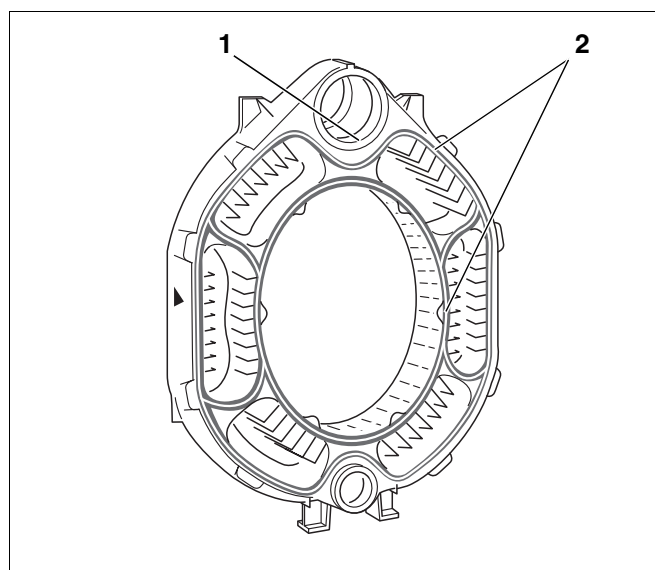

Fig. 12 Klargjøring av midtelementet
- Smør inn tetningsflatene på navene med mønje (fig. 12, **pos. 1**).
- Smør inn tetningsfjærene med heftmiddel (primer) (fig. 12, **pos. 2**).